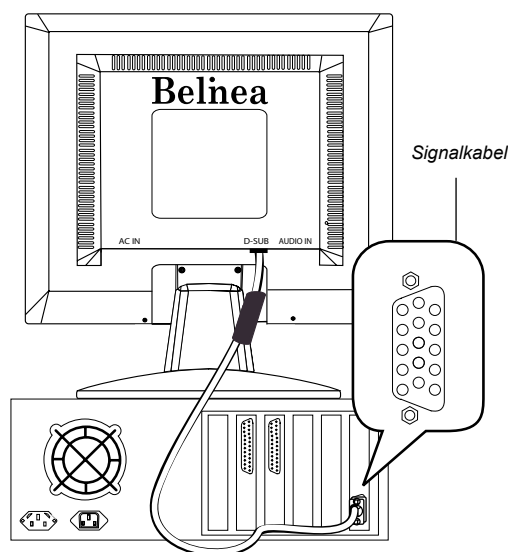

Abbildung 2. Monitor an den PC anschließen
2. Schließen Sie das 15-polige Signalkabel des Monitors an den PC an (siehe Abbildung 2).